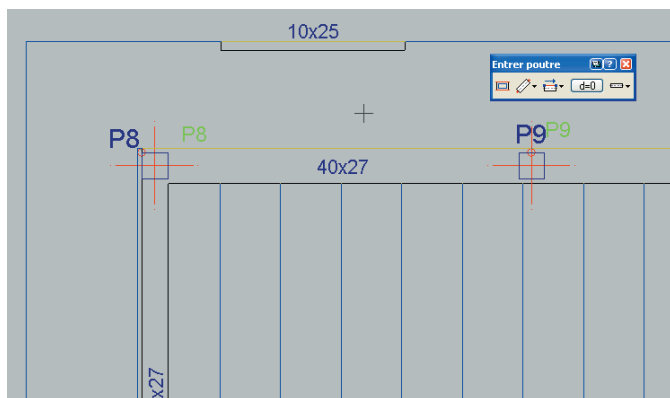

Fig. 14.68
- Le chaînage non structural est introduit comme le montre la figure 14.68.